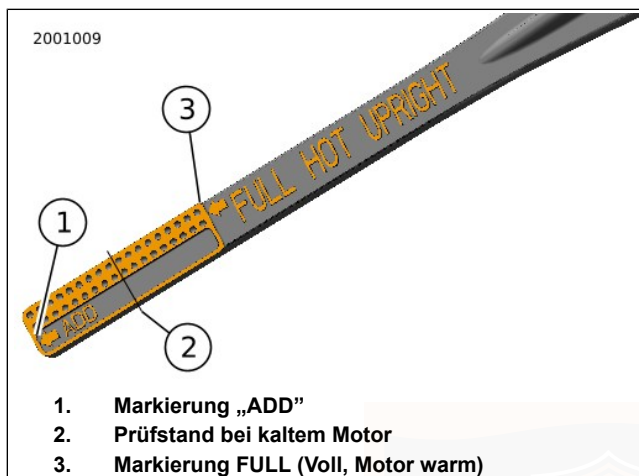

Abbildung 44. Motorölmessstab
- e. Siehe Abbildung 44. Ölstand prüfen. Der korrekte Kaltölstand (2) liegt in der Mitte zwischen den Markierungen ADD (Nachfüllen) (1) und FULL HOT UPRIGHT (Voll, heiß, aufrecht) (3) auf dem Ölmessstab.
5. Den Ölstand bei **aufrecht** stehendem Motorrad überprüfen. Nur so viel Öl nachfüllen, um den Füllstand zwischen die Ölmessstab-Markierungen ADD (Nachfüllen) (1) und FULL HOT (Voll, heiß) (3) zu bringen.
- Siehe Abbildung 44. Ölstand prüfen. Der Ölstand muss sich zwischen den Markierungen ADD (Nachfüllen) und FULL HOT (Voll, heiß) auf dem Ölmessstab befinden.